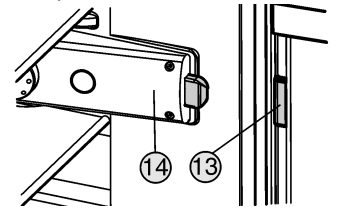

Fig. 8
Перемикаючий кулачок Fig. 8 (13) має знаходитись на боці корпусу світлового реле Fig. 8 (14).